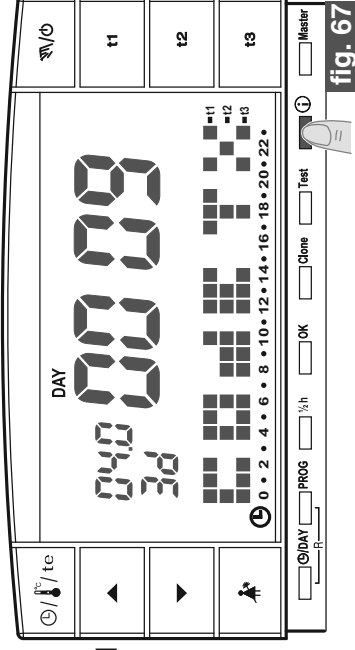

fig. 67
- Desde la ventana anterior (fig. 65) pulsar nuevamente la tecla  : en pantalla aparecerá el número de serie que es transmitido por el cronotermostato cada vez que se produce una transmisión de datos (ejemplo fig. 67).